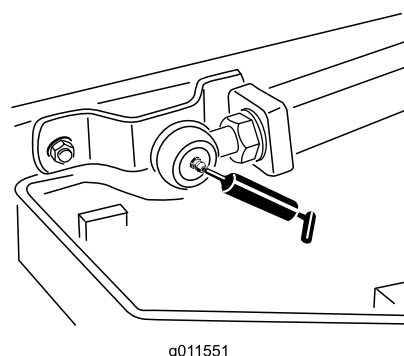

Figure 47
- 2 rotules de bras de levage (Figure 47)